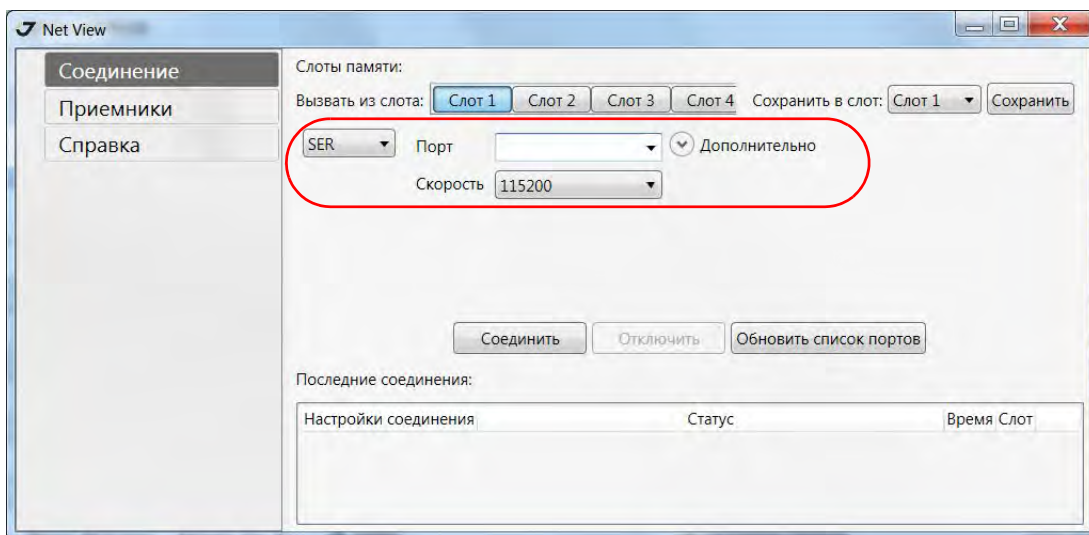

Рисунок 9. NetView: Последовательное соединение
- Выберите *No, not this time*, нажмите *Next* (Рис. 9).